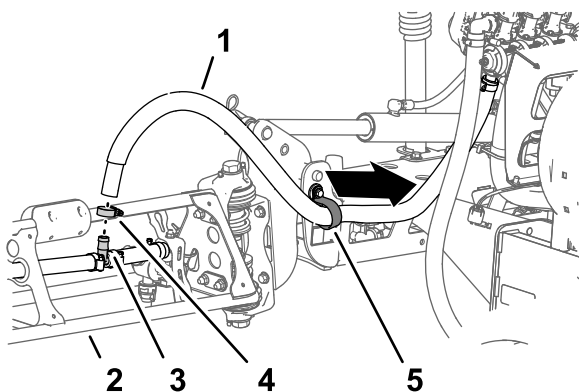

Рисунок 33
1. С наружной секции опрыскивателя снимите шланговый хомут, который крепит шланг секции опрыскивателя к тройнику типа «елочка» (Рисунок 33).
2. Снимите шланг с тройника (Рисунок 33).
3. Снимите свободный конец шланга с R-образного хомута (Рисунок 33).